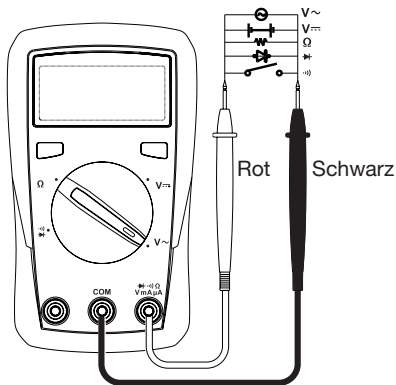

Abb. 2
1. Stecken Sie die rote Messleitung in die Messbuchse $VmA\mu\Omega$ -Buchse und die schwarze Messleitung in die Messbuchse COM. Orientieren Sie sich an der Abb. 2
3. Verbinden Sie beide Messspitzen mit dem Messobjekt. Bei negativer Eingangsspannung (DC) erscheint ein Minus vor dem Messwert.
1. Stecken Sie den Stecker der schwarzen Messleitung in die Messbuchse „COM“ und den Stecker der roten Messleitung in die Messbuchse „V/ Ω “. Orientieren Sie sich an der Abbildung 2
Orientieren Sie sich an der Abb. 2.
1. Stecken Sie den Stecker der schwarzen Messleitung in die Buchse COM. Stecken Sie den Stecker der roten Messleitung in die $VmA\mu A\Omega$ -Buchse. Orientieren Sie sich an der Abb. 2